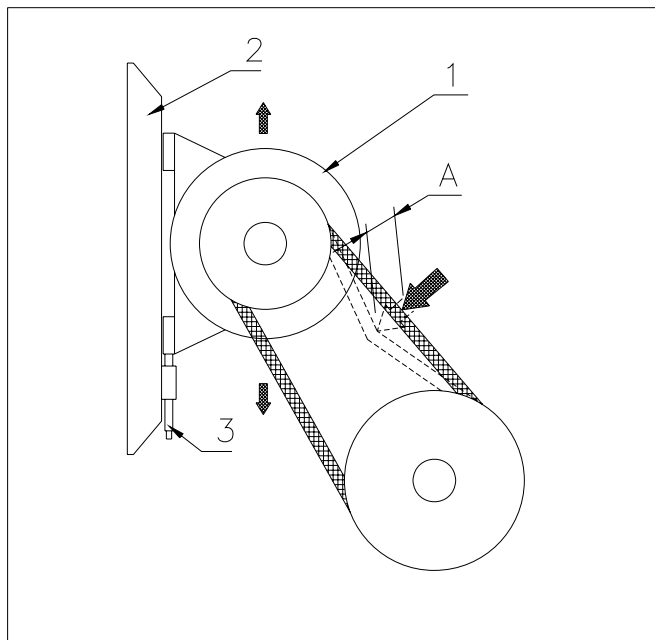

Fig. 7.8
Utøv et trykk på 75 N på en av kileremmene; se fig. 7.8. Den inntrykte avstanden (A) må være ca. 1 cm.